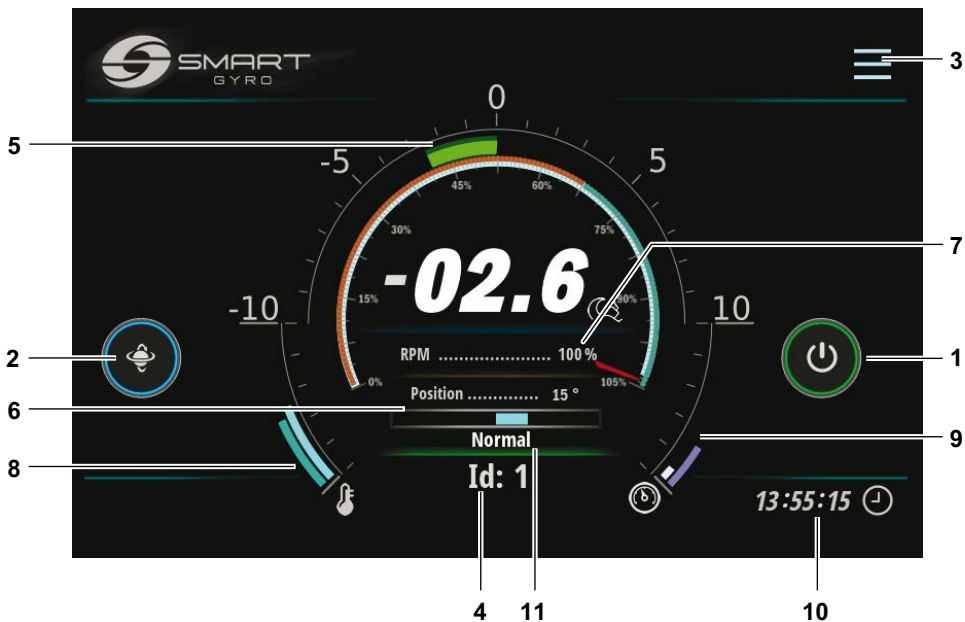

Figure 6
En appuyant sur la page d'icônes de menu (Figure 6, (3)), certaines icônes de fonction apparaissent en haut à droite de l'écran (Figure 17).